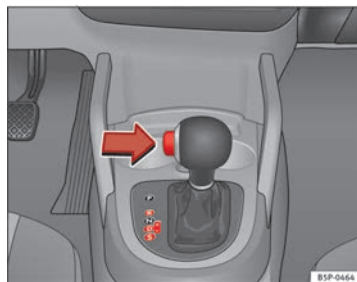

Fig. 144 Guida
- Premere il pulsante del pomello (posto sulla sinistra dello stesso) ⇒ fig. 144.